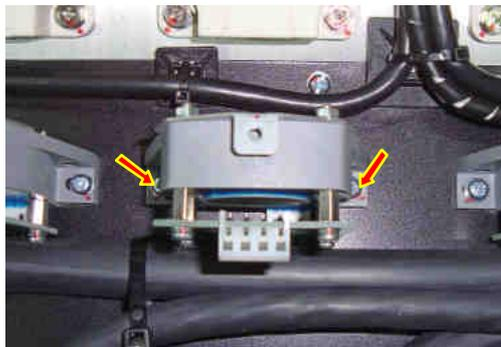

Рис. 6.13.
6.9.5. Выкрутить два винта крепления датчика тока (рис. 6.13, красные стрелки), снять датчик тока и положить датчик и винты в тару.